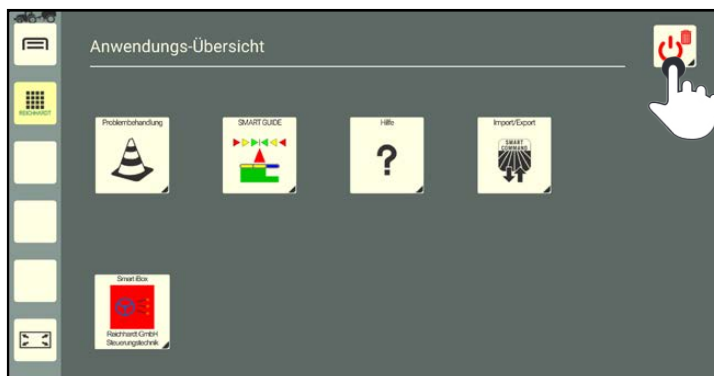

Abb. 93: Löschen/Beenden-Button gedrückt halten
2. Halten Sie den Löschen/Beenden-Button gedrückt (siehe Abb. 93).